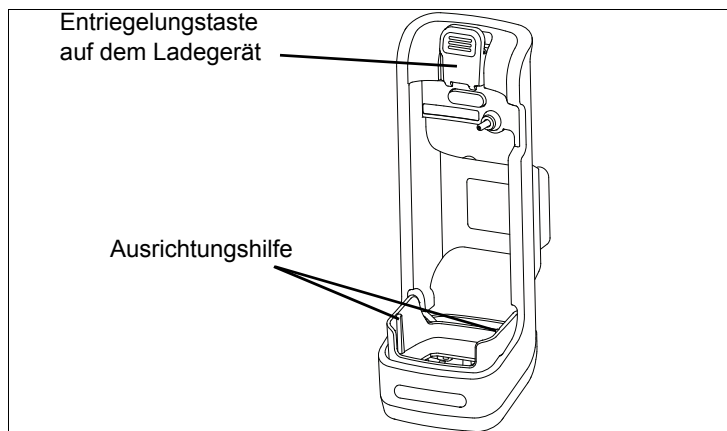
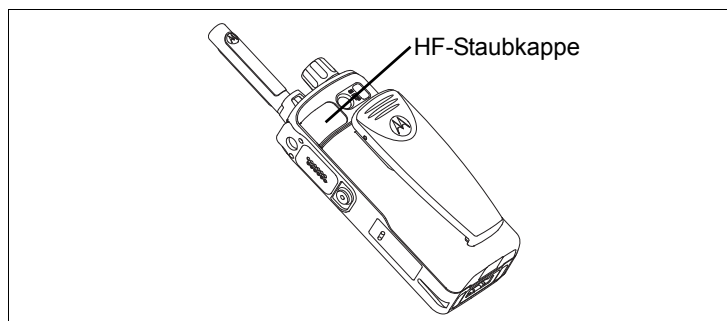

Abbildung 1. Kfz-Ladegerät.
Abbildung 2. TETRA Handportable Terminal.
1. Setzen Sie das TETRA Handportable Terminal ins Ladegerät, indem Sie die Aussparungen auf die untere Seite des TETRA Handportable Terminals an den Aussparungsführungen auf der Unterseite des Ladegeräts ausrichten, wie in *Abbildung 1* dargestellt. Stellen Sie sicher, dass die HF-Staubkappe des TETRA Handportable Terminals offen ist (siehe *Abbildung 2*), bevor Sie es in das Ladegerät einsetzen.
1. Drücken Sie die Entriegelungstaste des Ladegeräts (siehe *Abbildung 1*), und heben Sie das TETRA Handportable Terminal nach oben aus dem Ladegerät.